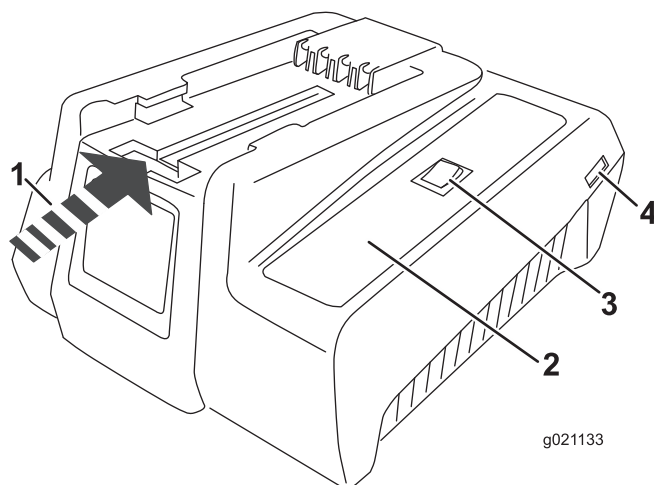
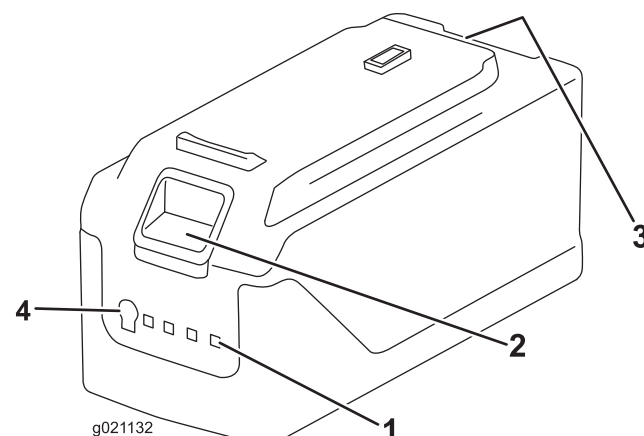

Figura 12
Figura 13
1. Si el cable de alimentación no está enchufado en el cargador, enchúfelo en el cargador (Figura 12) y enchufe el cable de alimentación eléctrica en una toma de corriente.
2. Ponga la batería boca abajo y alinee el terminal de la batería con la ranura del cargador (Figura 12 y Figura 13).